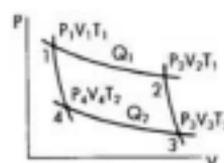

Fig. 15
*Compresión adiabática desde el estado 4 al estado 1 (fig. 15)*